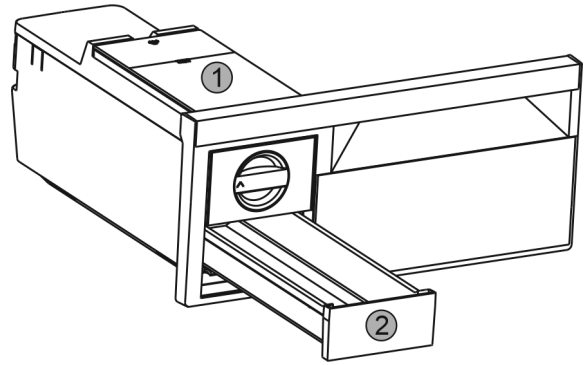

Fig. 72
- ▶ Wassertank Fig. 72 (1) und Eiswürfel-Schubfach Fig. 72 (2) entnehmen.